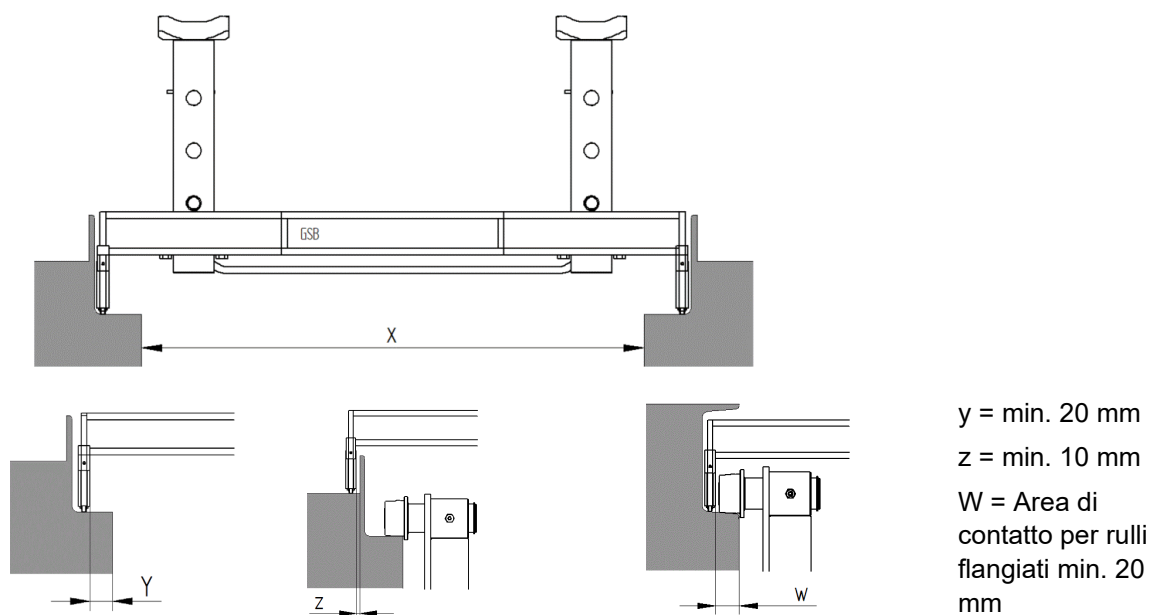

Fig. 9
- *Verificare che l'attrezzatura di sicurezza sia montata correttamente. → Fig. 4 -Fig. 9*